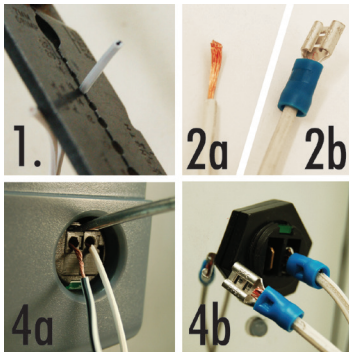

Fig.4 Connexion des câbles basse tension
- Reportez-vous à la figure 4 pour plus d'informations :